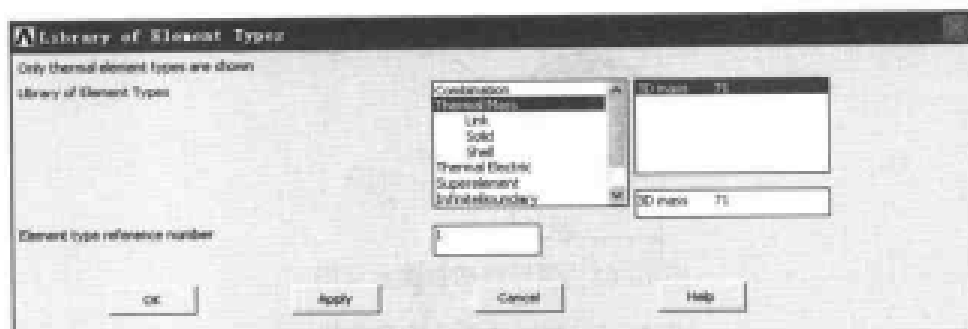

图 10-66 单元类型列表对话框
(1) 选择 Main Menu | Preprocessor | Element Type | Add/Edit/Delete 命令，出现 Element Type 对话框，单击 Add 按钮，出现 Library of Element Types 对话框。
(2) 在 Library of Element Types 的两个列表框中分别选择 Thermal Mass、3D mass 71 选项，在 Element type reference number 文本框中输入 1，如图 10-66 所示。
(3) 单击 Apply 按钮，在 Library of Element Types 的两个列表框中分别选择 Thermal Link、3D convection 34 选项，在 Element type reference number 文本框中输入 2，单击 OK 按钮，关闭该对话框。